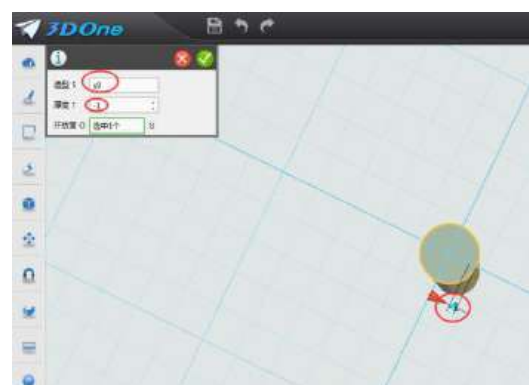

图 4-8
3.对笔杆进行抽壳：调整实体视图，并适当放大，使其底面朝上。如图：4-7。点击屏幕左侧的“命令工具栏”第四个图标“特殊功能”命令中的“抽壳”命令，出现对话框，造型：选择圆珠笔体，厚度：输入-1，开方面：选择实体底面，点击确定完成抽壳。如图 4-8。